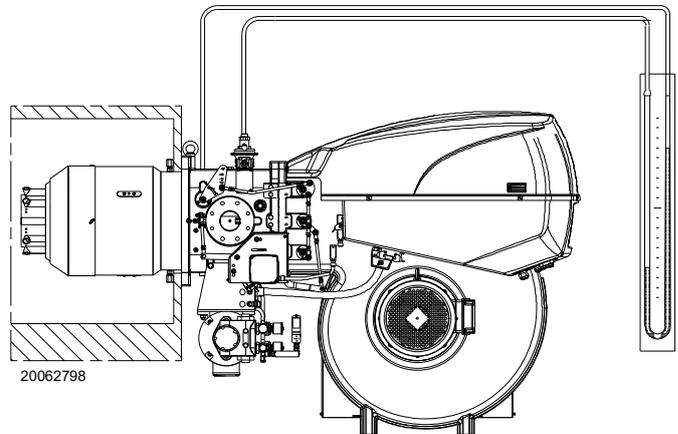

Abb. 31
- Ein U-Rohr-Manometer oder einen Differenzdruckmesser (Abb. 31) mit Anschluss (+) am Gasdruck der Muffe und (-) in der Brennkammer montieren.
Das U-Rohr-Manometer (Abb. 31) zeigt den Gaseintritt an der Muffe an.